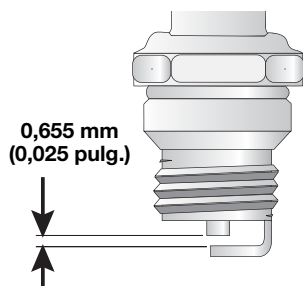

Fig. 38
4. Cambie las bujías que estén rajadas, sucias o deterioradas. Fije la separación de aire a 0,655 mm (0,025 pulgadas) utilizando un calibrador (Fig. 38).